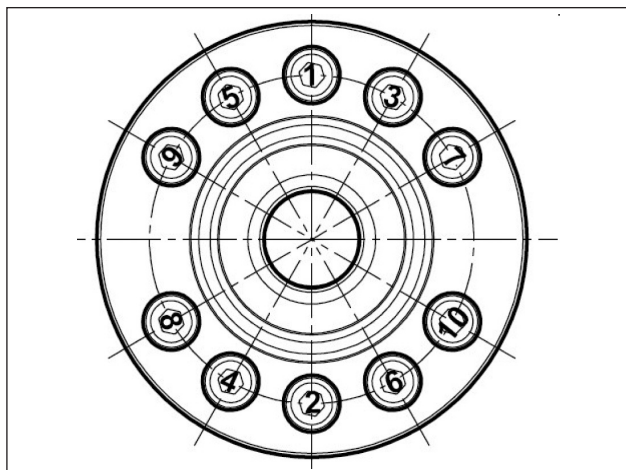

Fig. 49
**** Os parafusos de fixação dos suportes devem ser apertados em uma única fase, respeitando a ordem relacionada no esquema da Fig. 49.